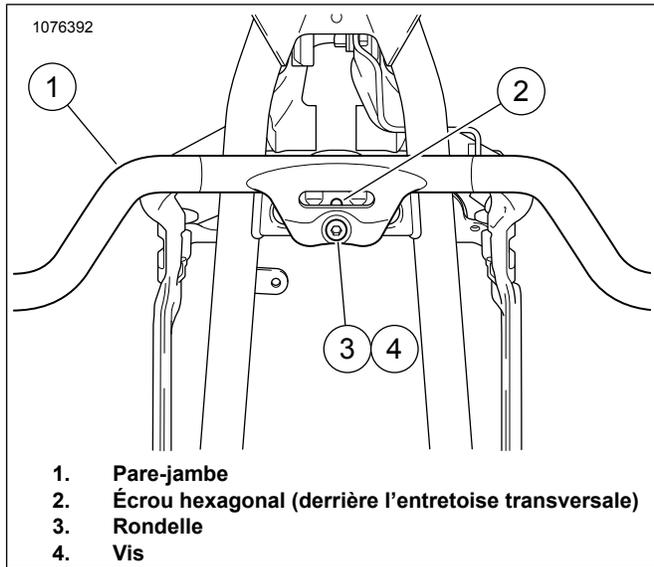

Figure 3. Bride de montage du protecteur de moteur (centre supérieur)
4. Consultez Figure 3 . Maintenir le protecteur de moteur (1) en place en alignant le trou situé sur la bride de fixation supérieure centrale du protecteur avec le trou situé dans la traverse qui se trouve entre les tubes obliques avant directement sous la tête de direction.
5. Installer une rondelle plate (3) sur les filets de vis et insérer la vis (4) à travers les trous à partir de l'avant. Visser l'écrou hexagonal (2) sur la vis. Serrer à la main.